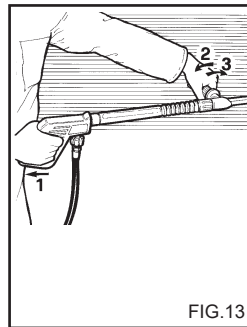

FIG.13
BENUTZUNG DER DOPPELTEN LANZE (Fig.13).
2) Den Hochdruckreiniger anlaufen lassen, den Reinigungsmittelhahn (falls vorhanden) aufdrehen, die Steuerung für das Absaugen des auf der Lanze (fig.13) vorhandenen Reinigungsmittels betätigen und nun das Mittel von unten nach oben auf der ganzen, zu reinigenden Oberfläche verteilen. Ein paar Minuten lang einwirken lassen.